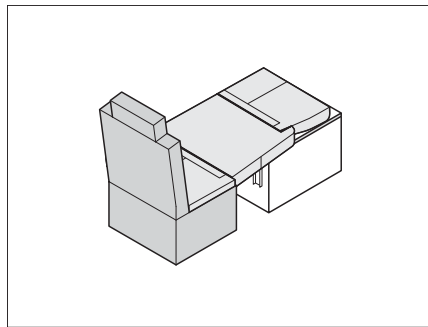

Fig. 194 Posicionar los cojines de asiento
- Colocar cojín del asiento y cojín adicional como se muestra en Fig. 194.